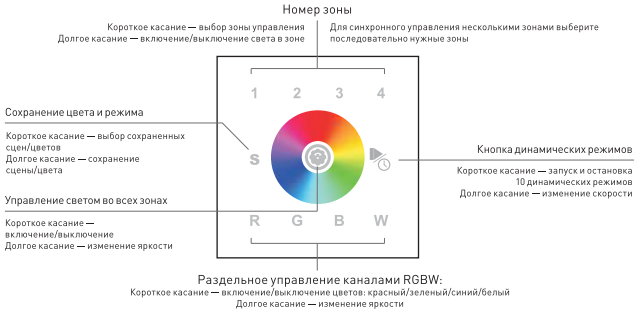

Рис. 6. Назначение сенсорных кнопок управления
- 3.9. Включите питание и проверьте работу панели. Назначение кнопок управления показано на рис. 6.